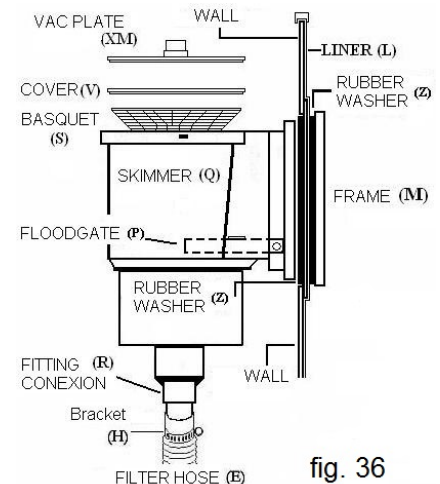

fig. 36
Legen Sie die Doppelbeilagscheibe aus Gummi (Z) auf die Stahlwand. Die Stahlwand und die Verschalung müssen in die Beilagscheibennut passen. Als nächstes bauen Sie mit Schrauben den Siphonrahmen ein. Vergewissern Sie sich, dass alle Löcher abgedichtet sind (Beilagscheibe, Loch und Siphon). Mit Schrauben befestigen Sie nacheinander die Löcher, bis eine perfekte Übereinstimmung gegeben ist, aber ziehen Sie sie nicht zu stark an. Beginnen Sie mit der Befestigung und ziehen schlussendlich die Schrauben in derselben Reihenfolge, Abb. 36, fest.